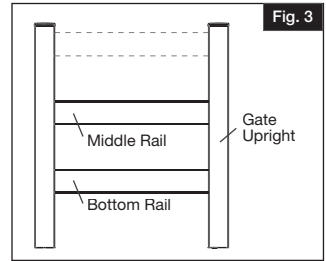

Fig. 3
- Some Post & Rail gates will have middle rails. Insert the middle rails into both upright routes at this time (Fig. 3 & 4). Middle rail will install flush against the upright.
- Certaines barrières de style poteau et traverse ont des traverses médianes. À cette étape, insérer la traverse médiane dans les rainures des montants (Fig. 3 et 4). Une fois installée, la traverse médiane doit affleurer le montant.